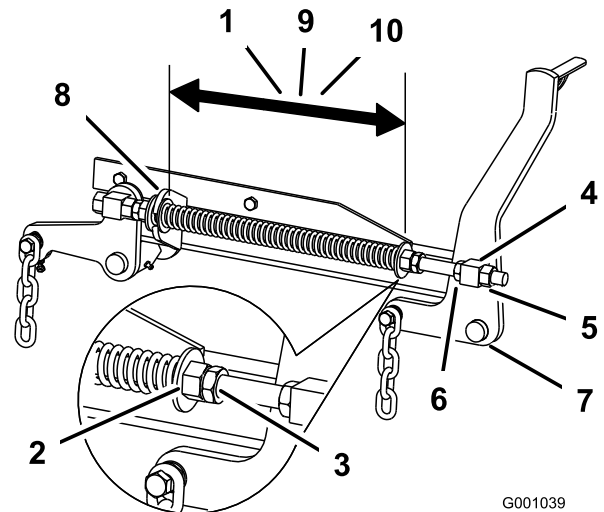

Figure 78
de coupe de 60 pouces, ou de 29,2 cm (11,5 po) pour les plateaux de coupe de 72 pouces (Figure 78).
3. Réglez cette distance en desserrant l'écrou de blocage du ressort et en tournant l'écrou devant chaque ressort (Figure 78). Tournez l'écrou dans le sens horaire pour raccourcir le ressort, et dans le sens inverse pour l'allonger.
4. Bloquez l'écrou en position en serrant l'écrou de blocage du ressort (Figure 78).